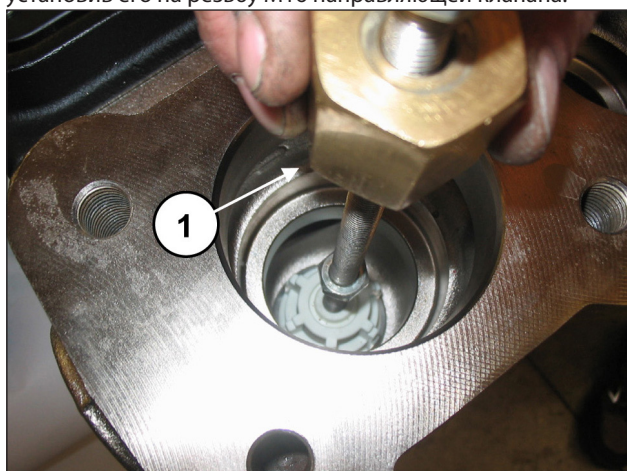

Рис. 105
Извлеките блок всасывающего клапана с помощью съемника с ударной массой (арт. 27516400), вставив его в отверстие M10 направляющей клапана (поз. ①, Рис. 105), или, в дополнение, переходника M10-M16 (арт. 25089700), установив его на резьбу M16 направляющей клапана.